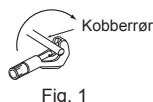

Fig. 1
- 1) Skær kobberøret på korrekt vis med en rørsåker. (Fig. 1, 2)